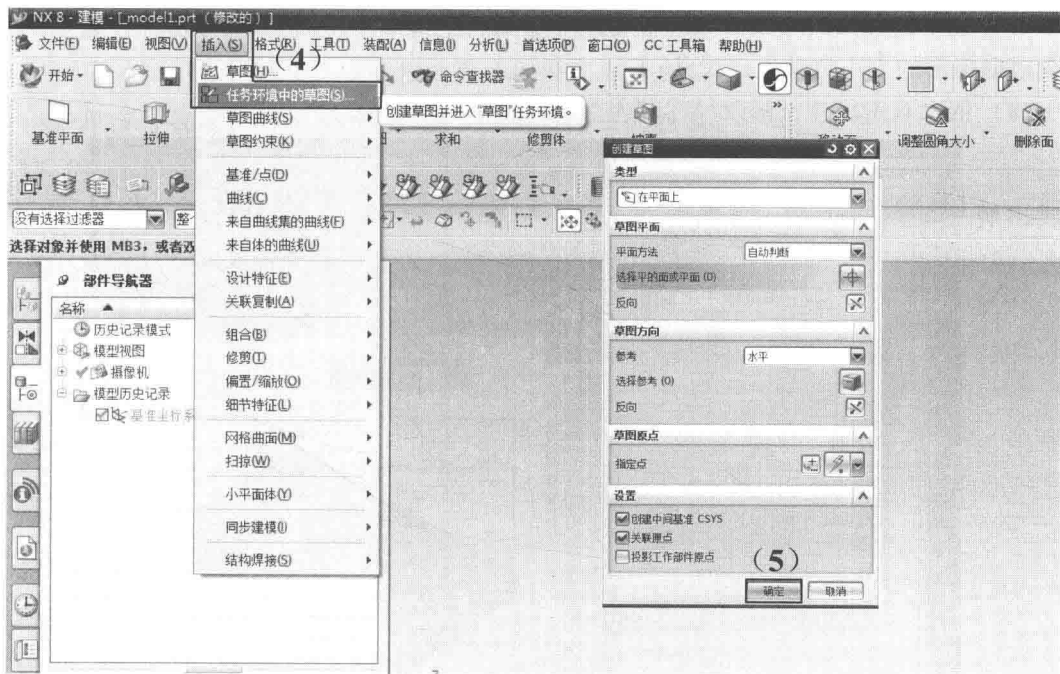

图 1-4 建模界面
(2) 在对话框【模板】栏中选择名称为【模型】，类型为【建模】的模板；
(3) 单击【确定】按钮 , 进入如图 1-4 所示的建模界面；
(4) 依次单击【插入】—【任务环境中的草图】命令  任务环境中的草图(S)，弹出如图 1-4 所示的【创建草图】对话框；